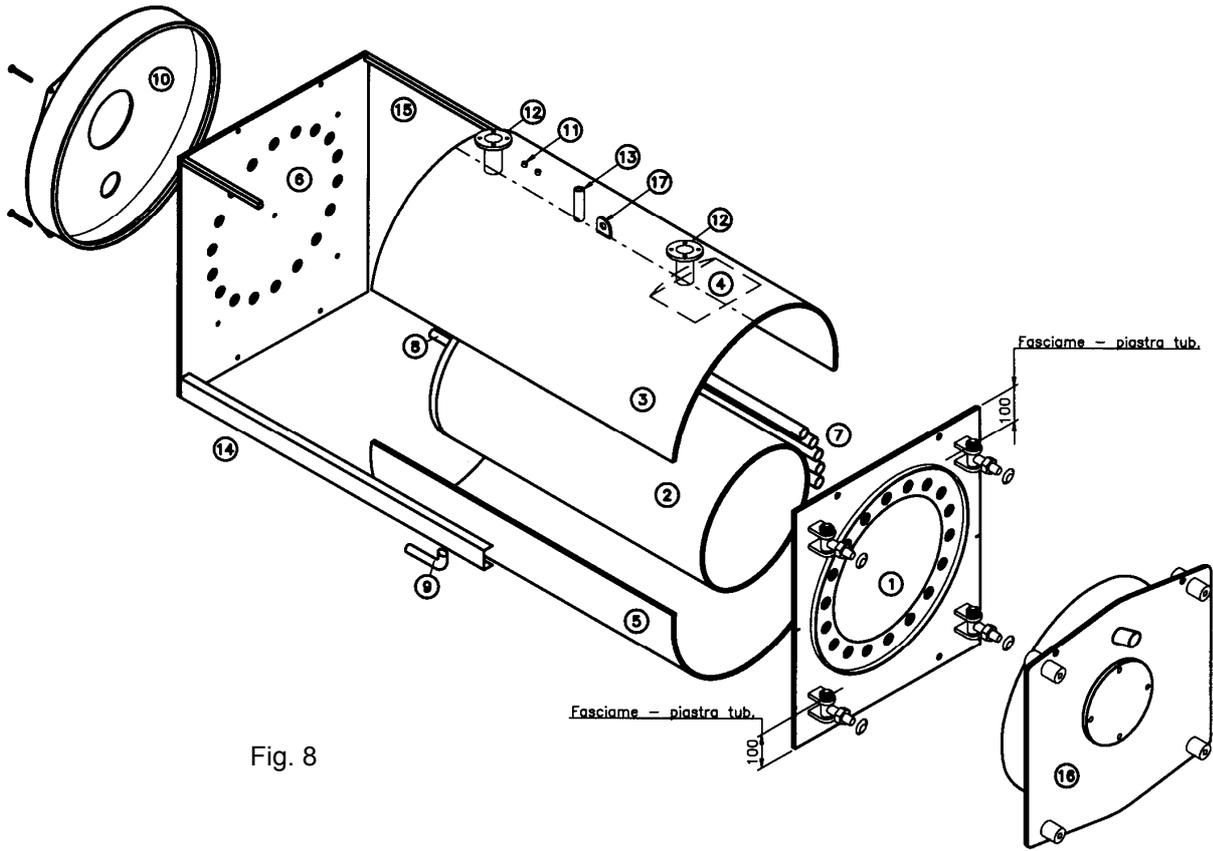
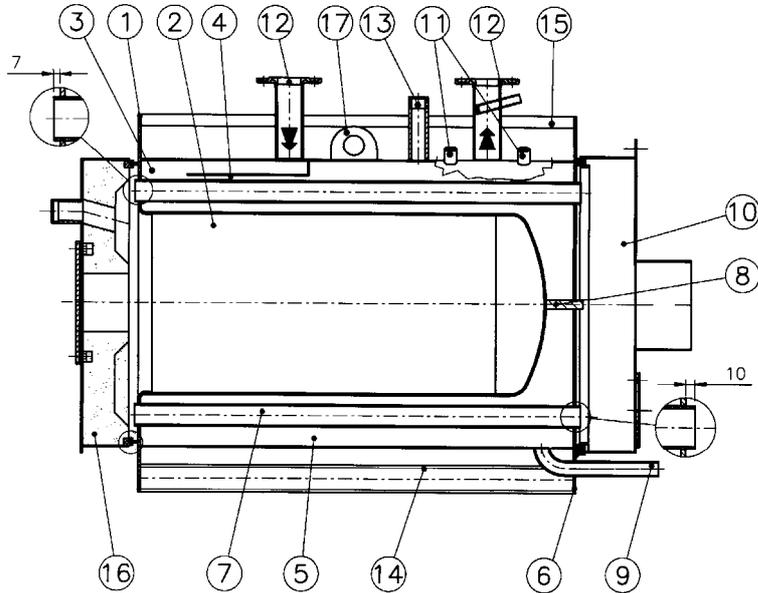

Fig. 8
Fig. 9
- a) Disporre la piastra anteriore (1) della caldaia a terra con le cerniere verso il basso avendo cura che sia perfettamente orizzontale (segnare la mezzeria dei lati della piastra per posizionare correttamente focolare e fasciame).
- b) Posizionare il focolare (2) sul risbordo interno della piastra anteriore (1) avendo cura di tenere la saldatura longitudinale del focolare nella parte bassa della caldaia. **Verificare che l'accoppiamento piastra/focolare sia esattamente perpendicolare.**
- c) Saldare il focolare (2) alla piastra anteriore (1) lungo la circonferenza esterna.
- d) Collocare la parte di fasciame superiore (3) (il tronchetto di ritorno, riconoscibile dal rompiflusso (4) saldato all'interno del fasciame, deve trovarsi vicino alla piastra tubiera anteriore). **Nel posizionamento fare attenzione all'allineamento dell'asse dei fori per i tronchetti flangiati con il segno precedentemente tracciato sulla mezzeria della piastra.** Per agevolare la centratura controllare la distanza di 100 mm (vedi Fig. 8), tra il bordo del fasciame ed il margine della piastra. Procedere quindi alla puntatura solo nella mezzeria.
- e) Posizionare il fasciame inferiore (5) rispettando la quota di 100 mm (vedi Fig. 8) e quindi puntarlo solo nella mezzeria inferiore della piastra anteriore (1).
- f) Puntare tra loro le due parti del fasciame (3) e (5).
- g) Posizionare la piastra tubiera posteriore (6) inserendo il tirante di rinforzo (8) del focolare.
- h) Saldare la piastra tubiera posteriore (6) e il tirante di rinforzo (8) avendo cura di non sporcare i quattro rivetti filettati con i quali si fisserà la camera fumo.
- i) Saldare l'intero fasciame (3) e (5) alla piastra anteriore (1).
- j) E' possibile infilare e saldare i tubi fumo (7) sulla piastra tubiera posteriore (6) in questo momento con caldaia disposta in verticale oppure, con maggior difficoltà per la saldatura, con caldaia in orizzontale; la scelta di una o dell'altra possibilità dipende dalle dimensioni del locale e dalle attrezzature a disposizione per capovolgere la caldaia. **Importante: i tubi fumo (7) devono sporgere circa 3 mm dalla piastra anteriore (1) e circa 10 mm da quella posteriore (6), vedi Fig. 9.**
- k) Puntare e saldare lo scarico (9) verificando che sia perpendicolare alla piastra anteriore (1) e parallelo al fasciame.
- m) Saldare longitudinalmente le due parti del fasciame (3) e (5) ed eseguire la saldatura interna del focolare (2) alla piastra anteriore (1) (per facilitare l'operazione è consigliabile farla ruotare sui rulli).
- n) Saldare due manicotti da 1/2" sul fasciame (3) dopo avere verificato la corretta inclinazione delle guaine portabulbi in modo che queste non siano ostacolate dai tubi fumo; togliere le guaine all'atto della saldatura. Saldare i due tronchetti flangiati (13) per mandata e ritorno, controllando la perfetta orizzontalità delle flange; saldare il manicotto attacco strumentazione (14).
- o) Saldare i tubi fumo (7) alla piastra anteriore (1).
- p) Verificare che le piastre (1) e (6) non abbiano subito deformazioni e saldare i longheroni (15) a filo piastra (Fig. 8).
- q) Saldare i tubi quadri (16) di sostegno rivestimento come mostrato in Fig. 9.
- s) Montare portellone (17) e camera fumo (11).